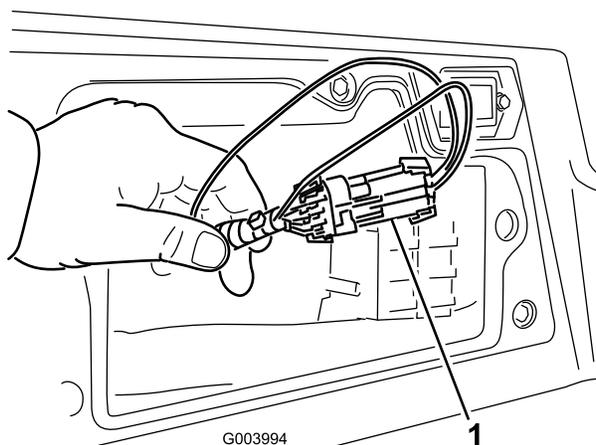

Bild 49
3. Ermitteln Sie den Kabelbaum und die Stecker in der Nähe des Controllers (Bild 49).